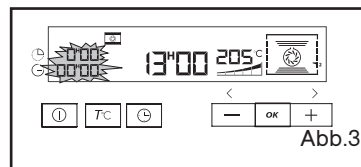

Abb.3
- blinken die Anzeige für die Dauer der Garzeit und 0:00 (Abb.3),